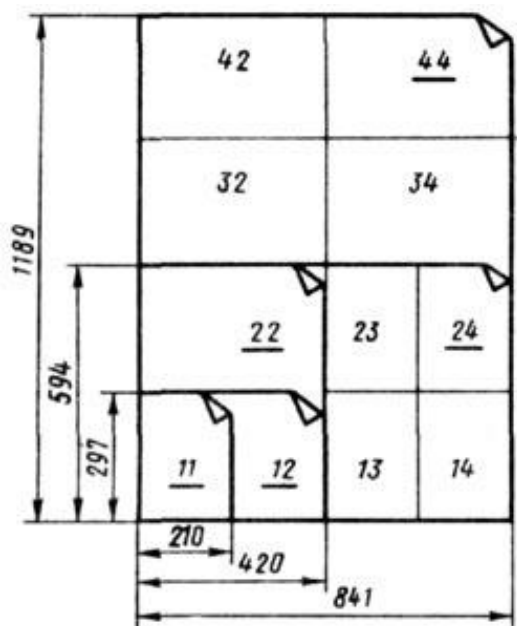

Рис. 3. Схема построения форматов
Ссылки на иллюстрации должны содержать номер раздела и номер рисунка в разделе, например: «...как показано на рисунке 3...» или (Рис.3).
На схеме построения форматов (рис. 3) основные форматы подчеркнуты. При выполнении чертежа длинную сторону листа обычно располагают горизонтально. Если размеры предмета по высоте значительно больше остальных, то длинная сторона листа может быть размещена вертикально. Формат A4(11) располагают только по вертикали.